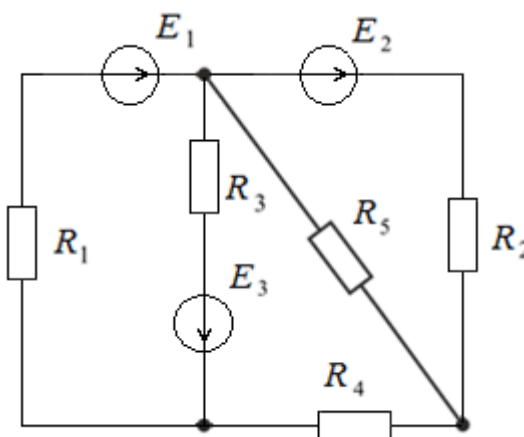

Рис. 88
21. Методом уравнений Кирхгофа определить токи во всех ветвях электрической цепи (рис. 88), если $E_1 = 25$ В; $E_2 = 110$ В; $E_3 = 10$ В; $R_1 = 20$ Ом; $R_2 = 10$ Ом; $R_3 = R_4 = 5$ Ом; $R_5 = 6$ Ом.